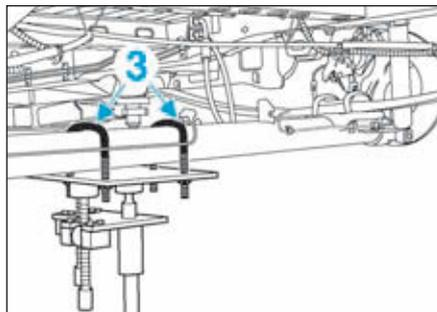

FIG.31
- Arrimer solidement, avec des "U" métalliques (3) le train arrière au vérin (Fig.31).